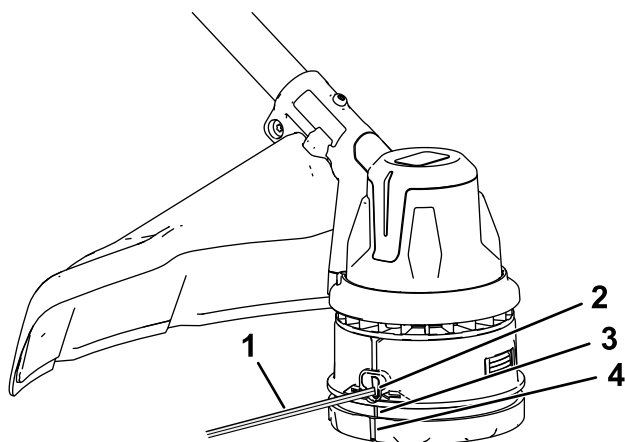

Figura 17
4. Pulse y gire el cabezal de choque en el sentido indicado por las flechas de la parte inferior del cabezal de choque (sentido horario) hasta que las marcas laterales del cabezal estén alineadas con las marcas situadas debajo de los ojales (Figura 17).